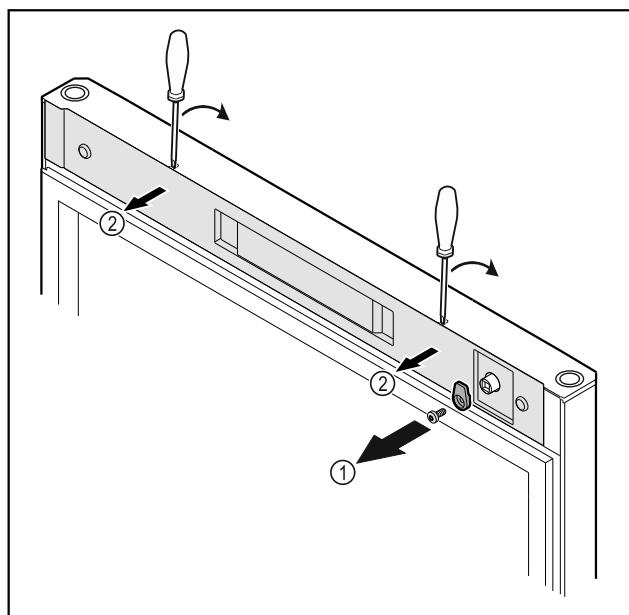

Fig. 53
- ▶ Odvrnite kuke za zatvaranje Fig. 53 (1).
- ▶ Odvojite poklopac Fig. 53 (2) malim odvijačem i skinite ga.